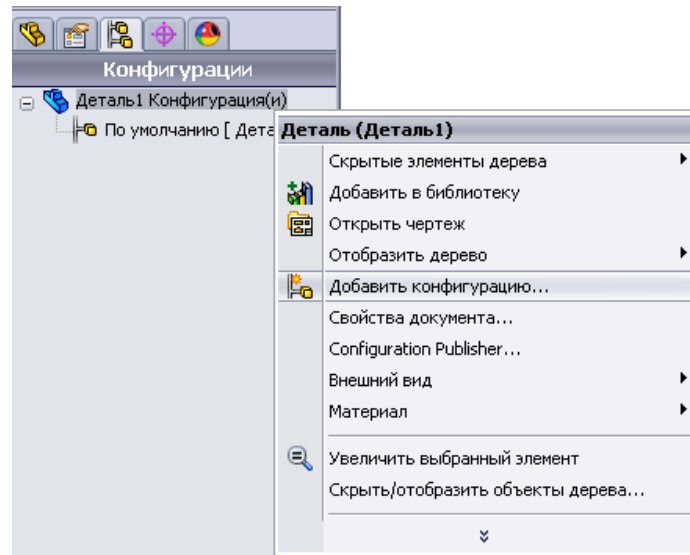

Рисунок 5.3 – Менеджер конфігурацій
2. У вікні «Менеджера конфігурацій» натискаємо правою кнопкою миші на імені деталі (верхній рядок) і у контекстному меню, яке з'явилося, обраємо рядок «Додати конфігурацію...» (рис. 5.3).